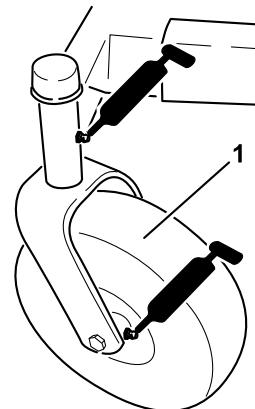
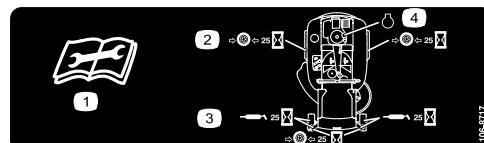

Figura 22
Figura 23
3. Limpie con un trapo los puntos de engrase (Figura 22) y (Figura 23). Asegúrese de rascar cualquier pintura que hubiera sobre los puntos de engrase.
4. Conecte una pistola de engrasar a cada punto de engrase (Figura 22 y Figura 23). Bombee grasa hasta que empiece a rezumar grasa de los cojinetes.